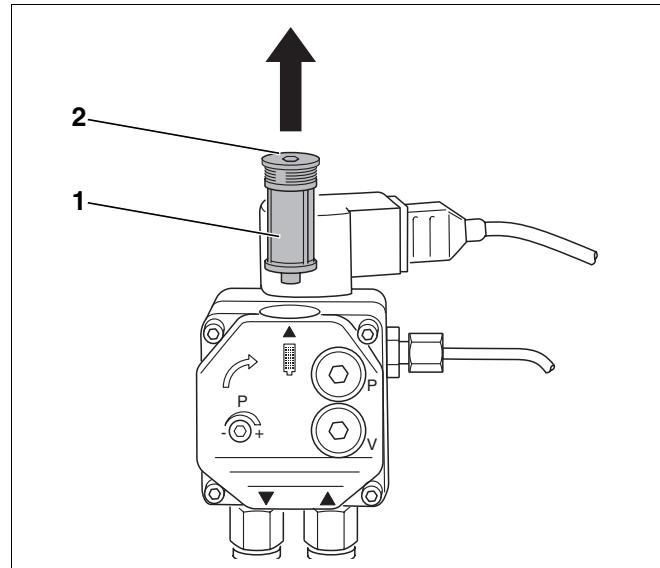

Рис. 21 Проверка фильтра топливного насоса фирмы Danfoss
- Открутить расположенные сверху болты с внутренним шестигранником (рис. 21, **поз. 2**).
- Вынуть фильтр топливного насоса (рис. 21, **поз. 1**) по направлению вверх.
- Очистить фильтр топливного насоса (рис. 21, **поз. 1**) промывочным бензином, если требуется, заменить его, и вновь установить на прежнее место.